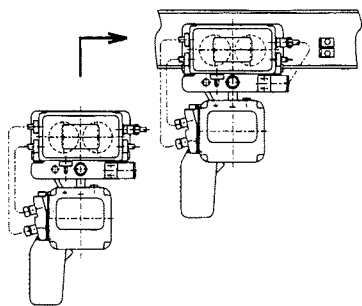

図 22
- | レール端末から電気チェーンブロックを結合した状態(ERM)で図22のように取り付けるのが一番確実な方法です。